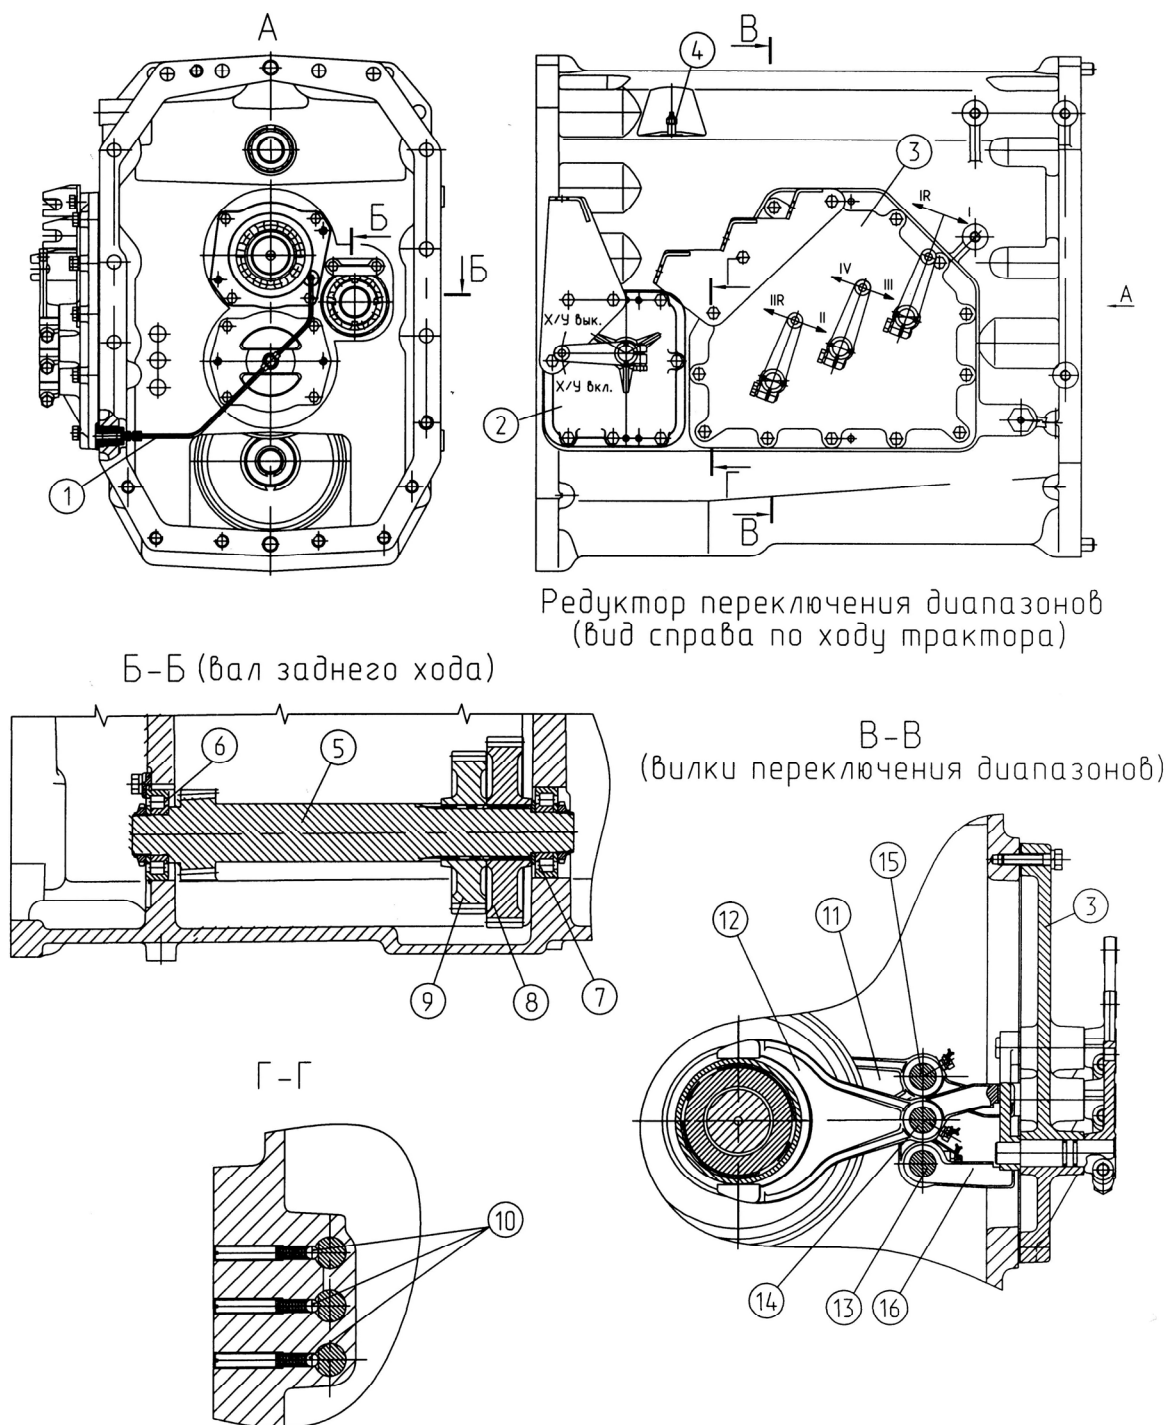
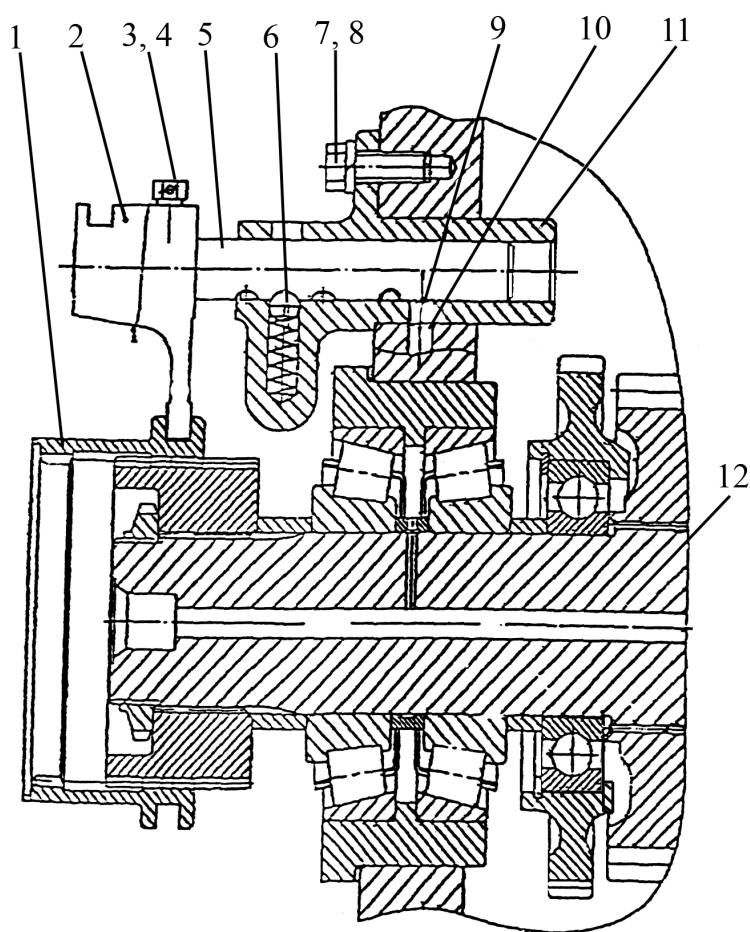

Рис. 5.3-8 Редуктор переключения диапазонов
Рис. 5.3-9 Управление ходоуменьшителем и блокировкой III - IV диапазона
- вал заднего хода 5 (рис. 5.3-8, разрез Б-Б);
Включение III и IV диапазона обеспечивает зубчатая муфта, которая установлена на валу в корпусе заднего моста, который получает привод от входного вала 8 (рис. 5.3-7) через шлицевую втулку 27. Включение того или иного диапазона происходит при перемещении зубчатой муфты либо вперед по ходу трактора либо назад, обеспечивая шлицевое соединение зубчатой муфты с соответствующими шестернями. Перемещение зубчатой муфты 19 (рис. 5.3-7) I диапазона переднего и заднего хода осуществляется при помощи вилки 11, установленной на поводке 15 (рис. 5.3-8 разрез В-В).
Перемещение зубчатой муфты 20 (рис. 5.3-7) 2-го диапазона переднего и заднего хода осуществляется при помощи вилки 12, установленной на поводке 14 (рис. 5.3-8 разрез В-В). Перемещение зубчатой муфты 3-го и 4-го диапазона осуществляется при помощи поводка 16, установленного на поводке 13 (рис. 5.3-8, разрез В-В). Поводок 13 (рис. 5.3-8, разрез В-В) в свою очередь связан с поводком заднего моста, на котором установлена вилка перемещения зубчатой муфты III и IV диапазона. Связь с поводком заднего моста осуществляется при помощи кулисного механизма, установленного на крышке 2 (рис. 5.3-8) Перемещение вилок осуществляется при помощи рычажного механизма, установленного на крышке 3 (рис. 5.3-8). Положение вилок и зубчатых муфт в нейтральном и во включенном положении фиксируется шариками 10 (рис. 5.3-8), установленными в лунках поводков 13, 14, 15 (рис. 5.3-8 разрез В-В).
Датчик 4 (рис. 5.3-8) обеспечивает блокировку запуска двигателя при включенном диапазоне.
Вал заднего хода 5 (рис. 5.3-8) установлен в корпусе на подшипниках 6 и 7 и выполнен заодно с зубчатым венцом привода I диапазона заднего хода. На шлицах установлены шестерни 8 и 9. Привод вал заднего хода получает от зацепления зубчатого венца В вала 8 (рис. 5.3-7) с шестерней 8 на валу заднего хода (рис. 5.3-8 разрез Б-Б).
Шестерня 18 вращается на игольчатом подшипнике установленном на втулке 26 (рис. 5.3-7). Втулка 26 установлена на выходном валу 9 на шлицах и передает крутящий момент на вторичный вал 12 (рис. 5.3-9), установленный в заднем мосту, при помощи зубчатой муфты 1, внутренние шлицы которой должны при этом находиться в зацеплении с наружными шлицами втулки 26 (рис. 5.3-7). При таком положении будут работать все шесть передач 4-х диапазонов.
При положении, когда внутренние шлицы зубчатой муфты 1 (рис. 5.3-9) находятся в зацеплении с наружными шлицами шестерни ходоуменьшителя 18 (рис. 5.3-7) будет обеспечена работа ходоуменьшителя на I и II диапазонах шести передач переднего и заднего хода.
На III и IV диапазонах ходоуменьшитель не работает. Перемещение зубчатой муфты 1 (рис. 5.3-9) в то или иное положение осуществляется при помощи вилки 2 (рис. 5.3-9) и рычажного механизма, установленного на крышке 2 (рис. 5.3-8).
Принудительная смазка игольчатых подшипников производится по каналам, выполненным в валах 8, 9, в стакане 31 и крышке 30 (рис. 5.3-7). Подвод масла к стакану и крышке осуществляется по трубопроводу 1 (рис. 5.3-8).
(рис. 5.3-9) осуществляется перемещением зубчатой муфты 1 вперед по ходу трактора, выключение ходоуменьшителя и включение диапазонов перемещением муфты 1 в противоположную сторону, при этом выходной вал редуктора диапазонов соединяется с ведущим валом главной передачи.